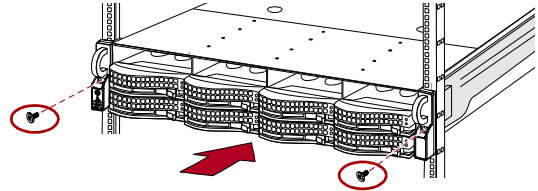

Figura 10. Fijación de la matriz de expansión al bastidor
5. Con los **dos tornillos** suministrados, fije los rebordes de la matriz de expansión al bastidor (Figura 10).